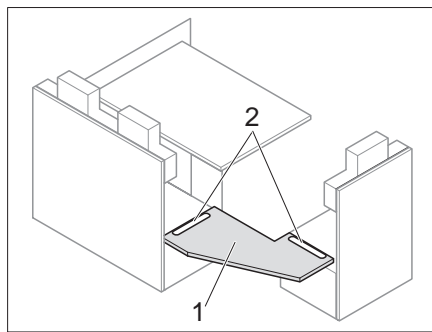
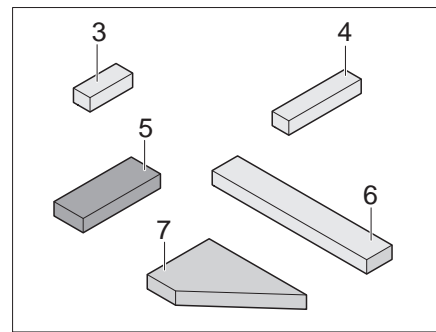
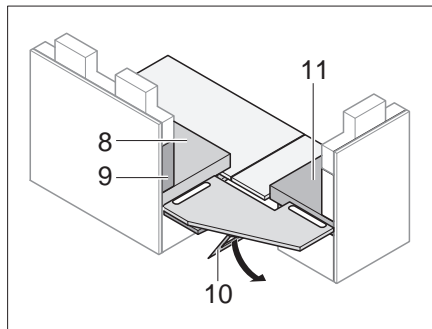
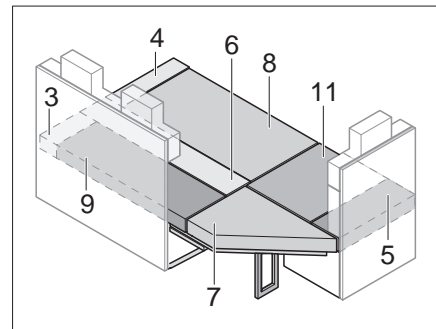

Bild 134 Verstärkungsplatte einsetzen
Bild 135 Zusatzpolster
Bild 136 Verstärkungsplatte stützen
Bild 137 Nach dem Umbau
- Verstärkungsplatte (Bild 134,1) in die Nuten (Bild 134,2) einsetzen.
- Stütze (Bild 136,10) unter der Verstärkungsplatte (Bild 134,1) ausklappen.
- Sitz-, Rücken- und Zusatzpolster wie in Bild 137 gezeigt auflegen (Die Positionsnummer beziehen sich auf Bild 135 und Bild 136).